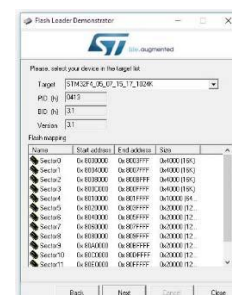

Figura 42 – Device target
- 9) Seleccione el destino del dispositivo STM32F4_05)07_15_17_1024K, luego haga clic en Siguiente (consulte la Figura 42).